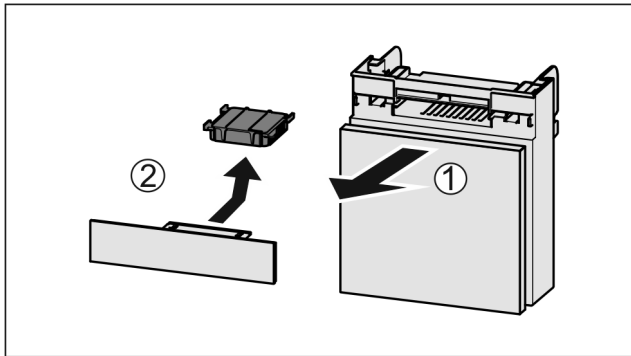

Fig. 34
- ▶ Vytiahnite zásuvku smerom dopredu Fig. 34 (1).
- ▶ Vyberte aktívny uhlíkový filter Fig. 34 (2).